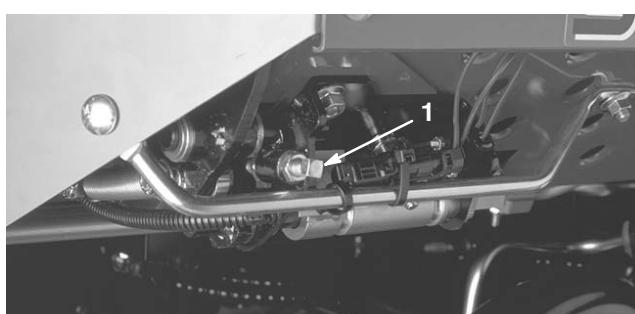

Bild 17
**Hinweis:** Die Mähgeschwindigkeit wird im Werk auf ca. 10 km/h eingestellt. Diese Geschwindigkeit können Sie durch das Einstellen der Geschwindigkeits-Anschlagschraube verstetigen (Bild 17).